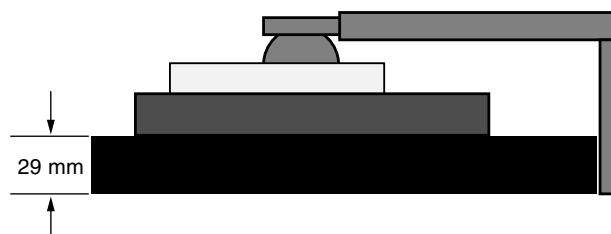

Figura S.1
3. Sitúe el monitor boca abajo en una superficie no abrasiva. (Coloque la pantalla sobre una plataforma de 29 mm para que el soporte quede paralelo a la superficie) (**figura S.1**).